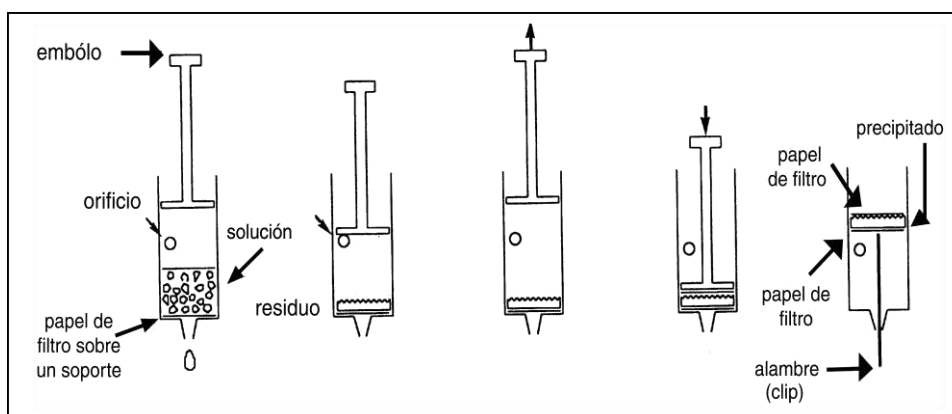

Fig.1 Fig. 2 Fig.3 Fig.4 Fig.5
1. Coloquen la jeringa sobre el vaso donde va a recoger el filtrado. Llenen la jeringa por la parte superior con la solución a filtrar. El nivel del líquido debe estar por debajo del orificio. Coloquen de nuevo el émbolo. (Fig. 1)